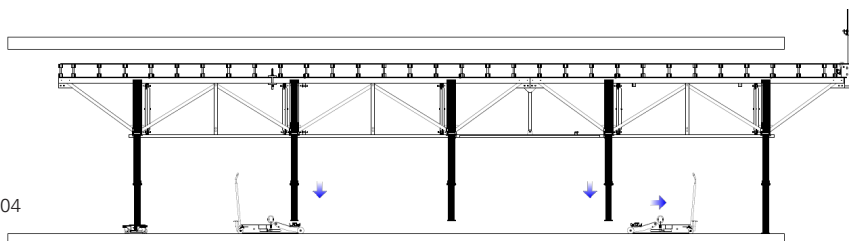

Fig. A3.04
4. Abaisser le SKYTABLE d'une manière uniforme à l'aide des dispositifs hydrauliques d'abaissement vers les chariot et les étais d'avant. (Fig. A3.04)